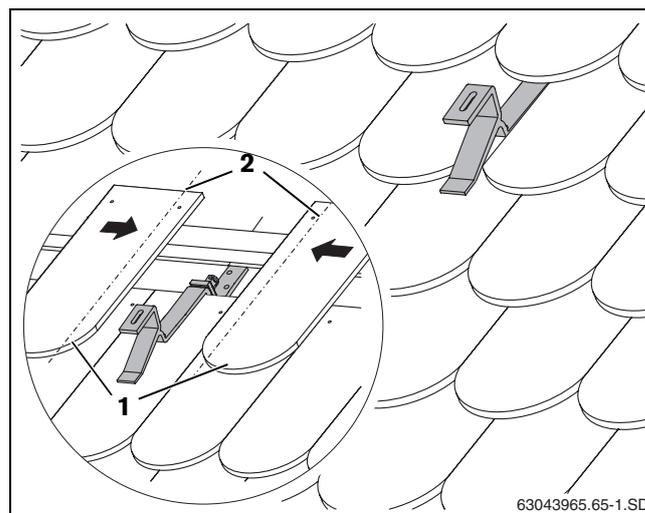

Fig. 19 Ganci da tetto con tetto coperto
- Tagliare gli embrici adiacenti (fig. 19, [1]) (linea tratteggiata, fig. 19, [2]).